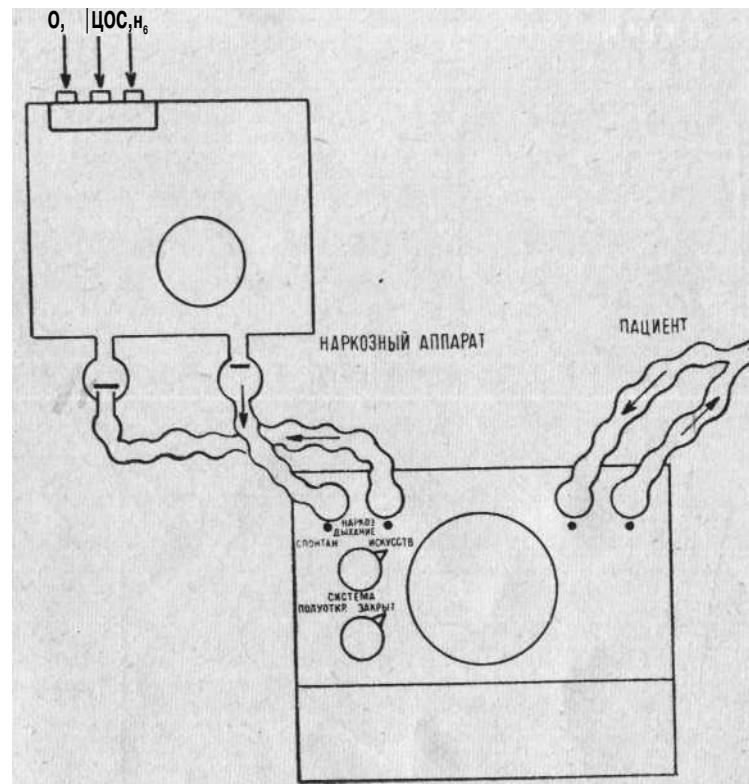

Рис. 9. Схема работы аппарата при искусственном дыхании с наркозом по полукрытому способу
3. Искусственное дыхание при наркозе по полукрытому способу (рис. 9)